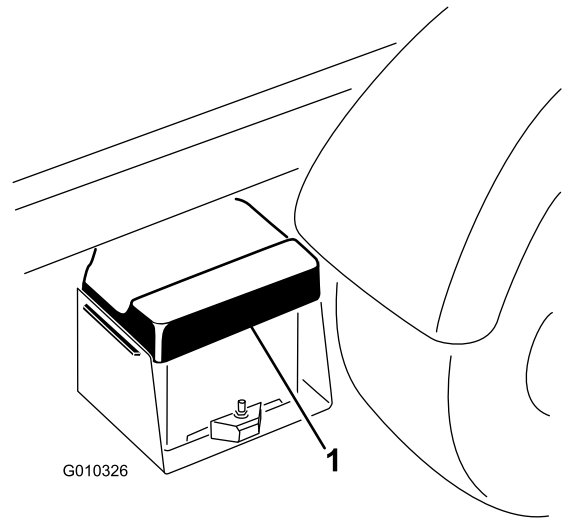

Figura 40
1. Apriete la tapa de la batería para liberar las pestañas de la base de la batería, y retire la tapa de la batería de la base de la batería (Figura 40).